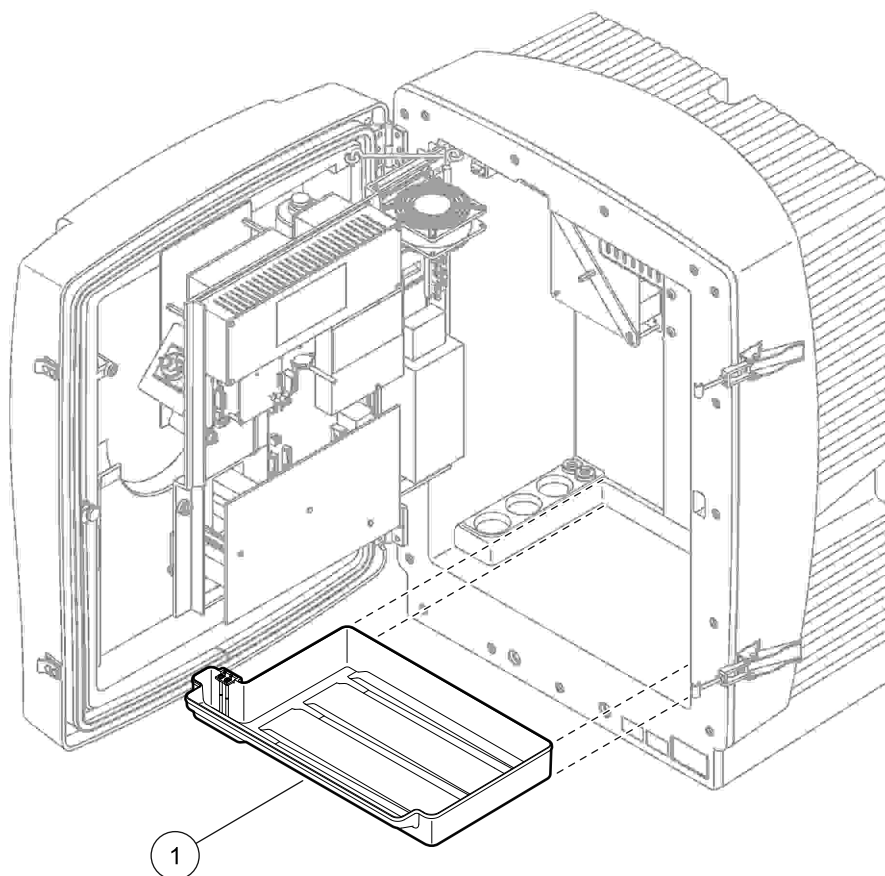

Figura 11 Instalação da bandeja coletora
2. Deslize a bandeja coletora para dentro da parte inferior da caixa (Figura 11).